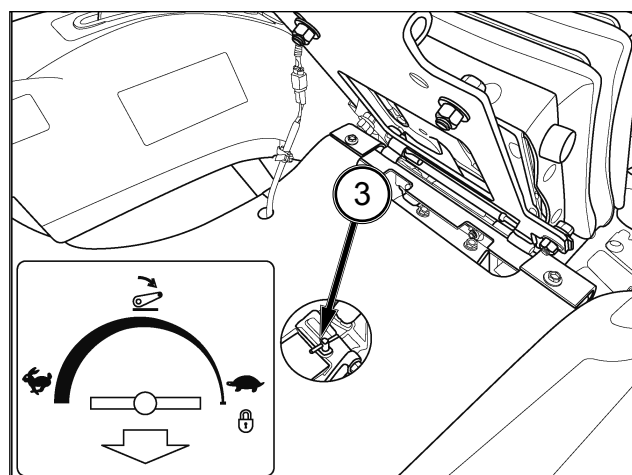

FIG. 64
FIG. 64 : La poignée (3) qui commande la vitesse d'abaissement commande le taux de décharge d'huile hydraulique et donc la vitesse d'abaissement de l'attelage et de l'équipement. Tournez la poignée dans le sens horaire pour réduire la vitesse d'abaissement (le temps d'abaissement augmente) et dans le sens antihoraire pour l'augmenter (le temps d'abaissement diminue). En tournant la poignée à fond dans le sens horaire, l'équipement est bloqué dans sa position actuelle.